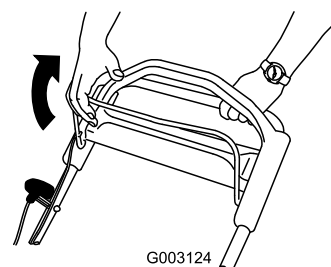

Figure 31
2. Serrez la barre de commande de la lame contre le guidon (Figure 31).